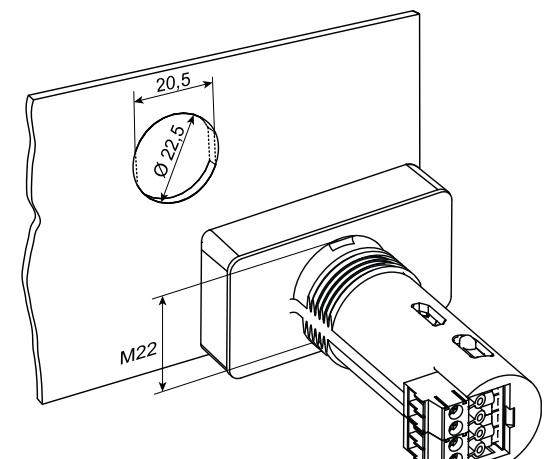

Рисунок 3 – Установочные размеры прибора
- Подготовить в щите круглое отверстие диаметром 22,5 мм (для предотвращения прокручивания прибора отверстие следует выполнить сложной формы, см. рисунок 3).